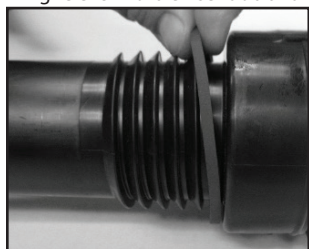

Figura 1
1. Inspeccione la empaquetadura. Si está gastada o dañada, sáquela y reemplácela. (Vea la Figura 1)